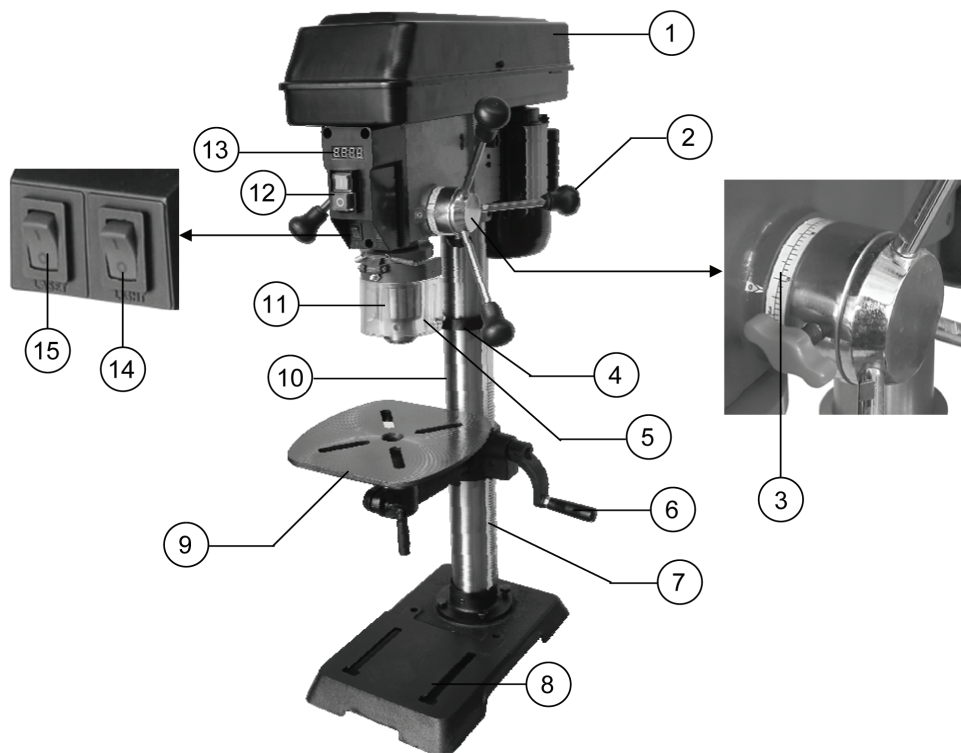
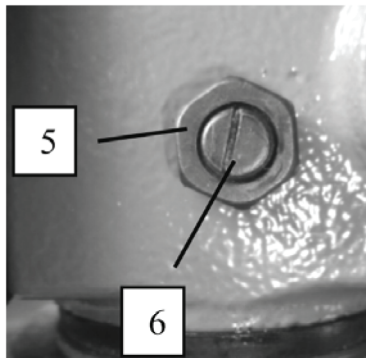
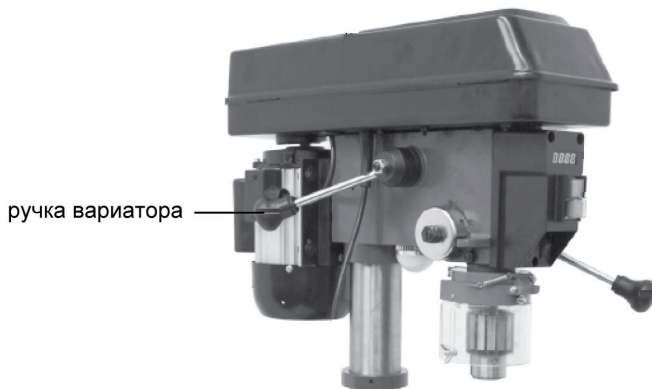

Рис. 1
Рис. 6
Рис. 9
6.3. Возьмите кронштейн стола, вставьте в него червячный вал (Рис. 3) и введите элевационную рейку. Прижмите элевационную рейку к червячному валу. Установите собранный узел на стойку (Рис. 4). Нижний конец элевационной рейки обопрется на нижнее кольцо стойки, а верхний конец рейки прижмите ограничительным кольцом (Рис. 5). При установке ограничительного кольца на стойку обратите внимание на то, чтобы узел с одной стороны кольца плотно прижал элевационную рейку. Зафиксируйте кольцо винтом. Установите ручку перемещения рабочего стола 6 (Рис. 1).
6.5. Установите ручки подачи 2 (Рис. 1).
6.7. Установите на шпиндель патрон 11 (Рис. 1).
6.8. Установите защитный щиток 5 (Рис. 1).
6.9. Переместите шпиндель в нижнее положение и проверьте наличие поперечного люфта шпинделя, покачав за сверлильный патрон 11 (Рис.1). Если люфт ощутим, его можно минимизировать, проворачивая по часовой стрелке винт 6 (Рис.6), предварительно отпустив контрящую гайку 5 (Рис. 6). По завершению регулировки затяните контрящую гайку. Помните, затягивая винт 6 (Рис. 6) вы прижимаете шпиндель. Усилия возвратной пружины может оказаться недостаточным для автоматического подъема шпинделя в исходное положение. 6.9. Шпиндель оснащен механизмом автоматического возврата. Усилие пружины автоматического возврата шпинделя настраивается на заводе. Если, усилия пружины становится не достаточным для возврата шпинделя, то усилие пружины можно отрегулировать. Для этого:
- Включение станка осуществляется выключателем 12 (Рис. 1). Кожух ременной передачи 1 (Рис. 1) должен быть закрыт. Ключ зажимного патрона не должен оставаться в патроне.
- Отключение станка производится нажатием кнопки «0» выключателя 12 (Рис. 1).
- Светодиодная подсветка включается выключателем 14 (Рис. 1).
- Лазерный указатель включается выключателем 15 (Рис. 1).
- Контроль и регулировка глубины сверления «глухих» отверстий производится по шкале 3 (Рис. 1).
- Осевое перемещение шпинделя (патрона) 11 (Рис. 1) задается рычагом подачи 2 (Рис. 1).
- Изменение высоты рабочего стола 9 (Рис. 1) вдоль стойки осуществляется ручкой 6 (Рис. 1) с предварительно ослабленным фиксатором кронштейна.
Скорость вращения шпинделя регулируется ручкой вариатора (Рис. 9). Обороты шпинделя отображаются на цифровом дисплее 13 (Рис. 1)